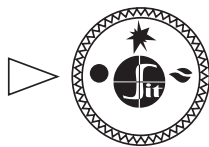

Рис. 8.
- 7.2. В исходном (выключенном) положении ручки управления находится в положении «точка» (рис. 8). Пилотная и основные горелки погашены (подача газа к ним заблокирована).